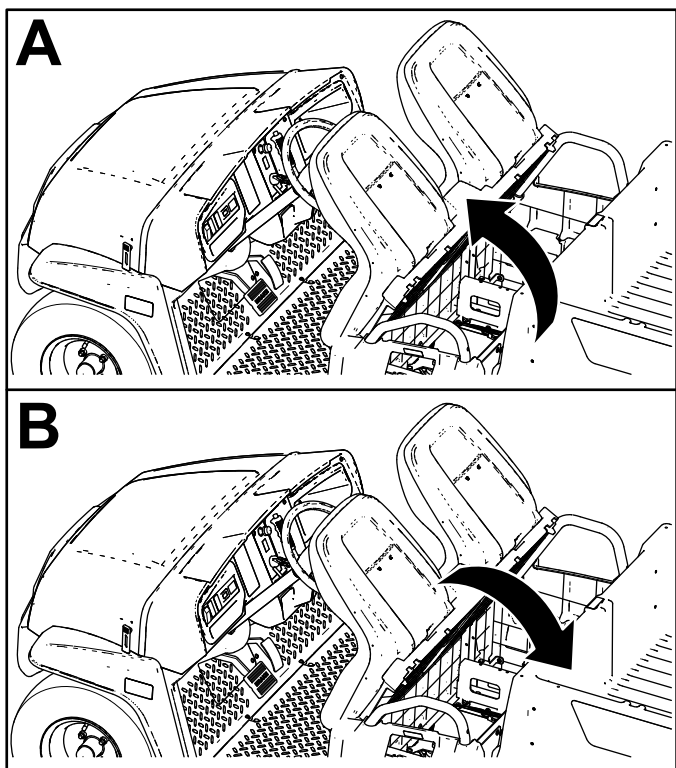

図 27
座席アセンブリを倒すには、アセンブリがハンドルに当たるまで前方に倒します 図 27。
座席アセンブリを通常位置に戻すには、アセンブリを後方倒します 図 27。
1. 座席ベースを前に倒す 図 27。